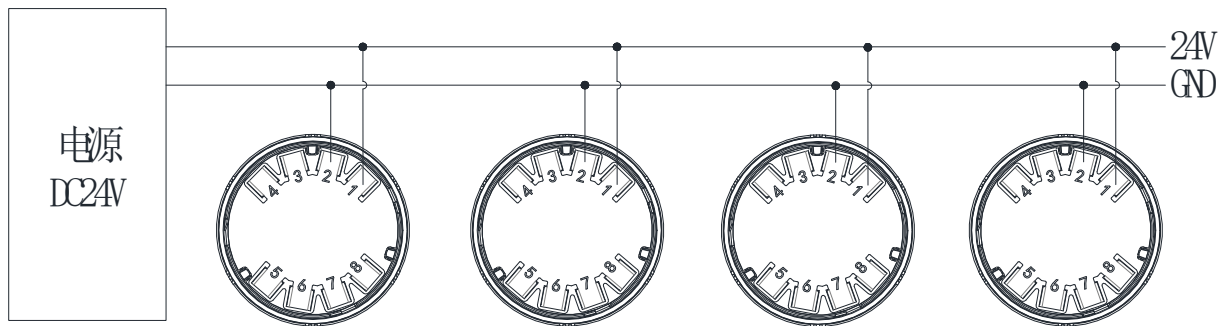

图 5 接线图（与 DC24V 电源连接）
- 将 DC24V 电源接在底座 1、2 端子上，接线无极性，如图 5。